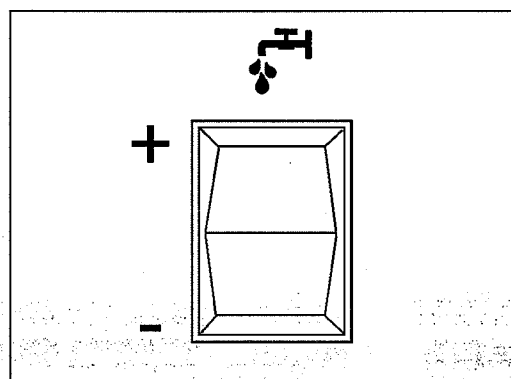
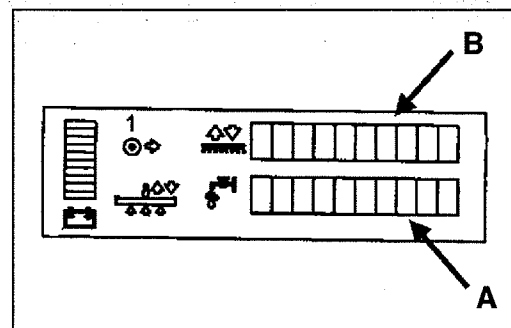
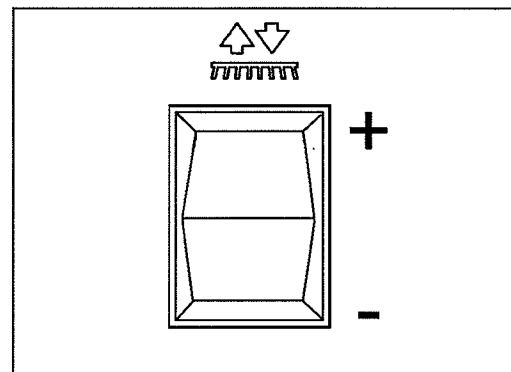

Figura 25
Figura 26
Figura 27
La solución se usa para aflojar y quitar la suciedad del piso. La cantidad de solución que se aplica se puede ajustar en cinco niveles diferentes para que se adapte a muchas condiciones de pisos diferentes. Estos niveles diferentes aparecen en la pantalla de cristal líquido ubicada en el frente de la máquina. Para ajustar la cantidad de solución a aplicar, use el Interruptor del flujo de solución (figura 25). **NOTA: Existen cinco configuraciones diferentes en la pantalla. Consulte la figura 26, A.**
1. Oprima el lado “+” del interruptor (figura 25).
1. Oprima el lado “-” del interruptor (figura 25).
Los cepillos se usan para agitar la solución, lo cual mejora el proceso de limpieza. La cantidad de cepillo que se aplica se puede ajustar en cinco niveles diferentes para que se adapte a muchas condiciones de pisos diferentes. Estos niveles diferentes aparecen en la pantalla de cristal líquido ubicada en el frente de la máquina (figura 26, B). Para ajustar la cantidad de presión de cepillo, use el Interruptor arriba/ abajo del cepillo (figura 27).
1. Presione el lado “+” del interruptor (figura 27).
1. Presione el lado “-” del interruptor (figura 27).